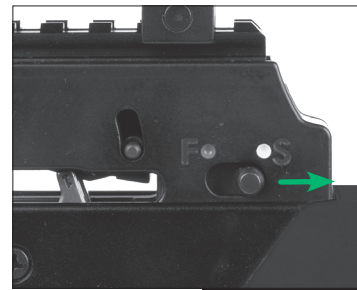

FIGURE 12
1b Glissez le cran de sûreté de la position « FIRE » à la position « SAFE ». (Fig. 12)
1d Inspectez soigneusement le cran de sûreté pour vous assurer qu'il est entièrement à la position « SAFE » (Fig. 12). Si le cran de sûreté n'a pas été déplacé à fond vers l'arrière et s'il n'est pas placé au niveau du point BLANC, cela signifie qu'il n'a pas été placé sur la position « SAFE » et qu'il est toujours sur la position « FIRE ». Toujours inspecter visuellement le cran de sûreté pour s'assurer qu'il est à la position désirée.
**AVERTISSEMENT :** SI POUR UNE RAISON QUELCONQUE, LE CRAN DE SÛRETÉ NE SE DÉPLACE PAS COMPLÈTEMENT SUR LA POSITION « SAFE » (FIG. 12), DÉSARMEZ L'ARBALÈTE DE FAÇON SÉCURITAIRE EN UTILISANT UNE FLÈCHE TEL QUE DÉCRIT À LA SECTION 9. NE PAS UTILISER L'ARBALÈTE. APPELEZ LE SERVICE À LA CLIENTÈLE AU 1-866-726-1122 POUR OBTENIR UNE RÉPARATION AUTORISÉE.